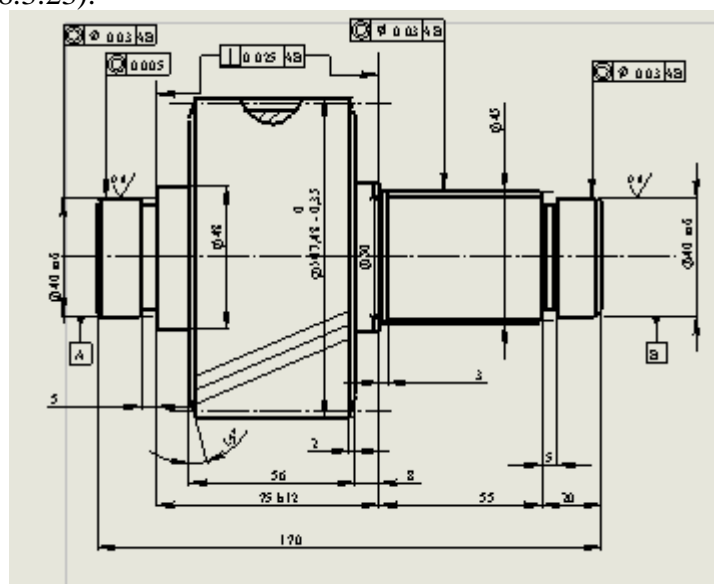

Рис. 8.3.23. Нанесення позначення баз на креслення
16. За допомогою інструменту **ДАТУМ (Datum Feature)** нанесіть позначення баз на креслення (рис. 8.3.23).